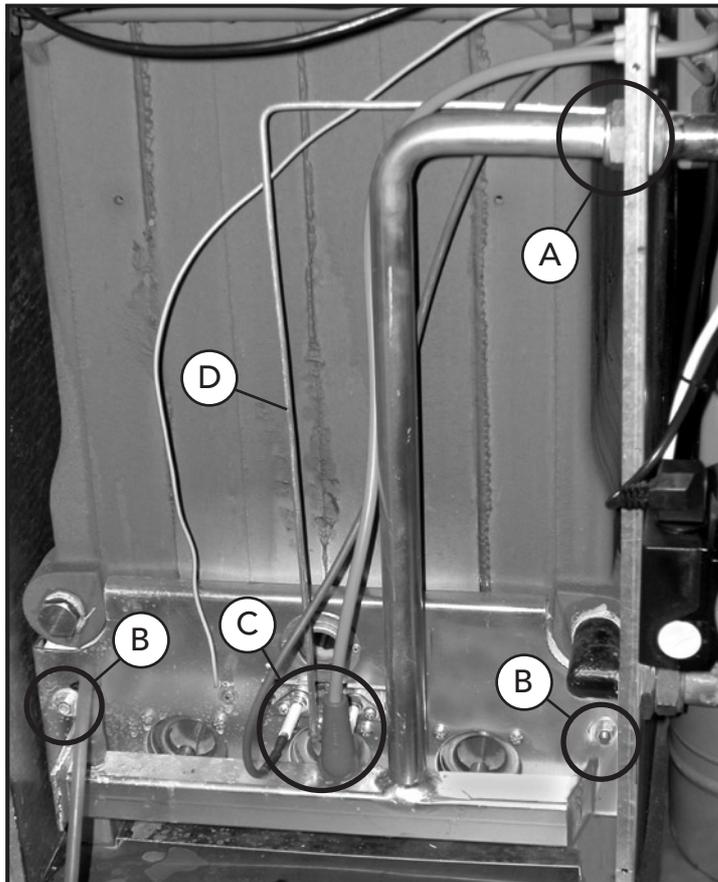

fig. 12
- Svitare i due dadi **B** che fissano la porta della camera di combustione agli elementi in ghisa della caldaia (fig. 12)